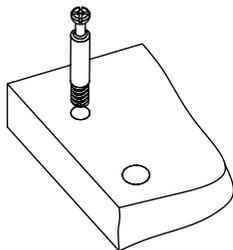

Рис.2
2. Вкрутить шпильки минификсов в соответствующие плоскостные отверстия крышки 7 (Рис. 2).